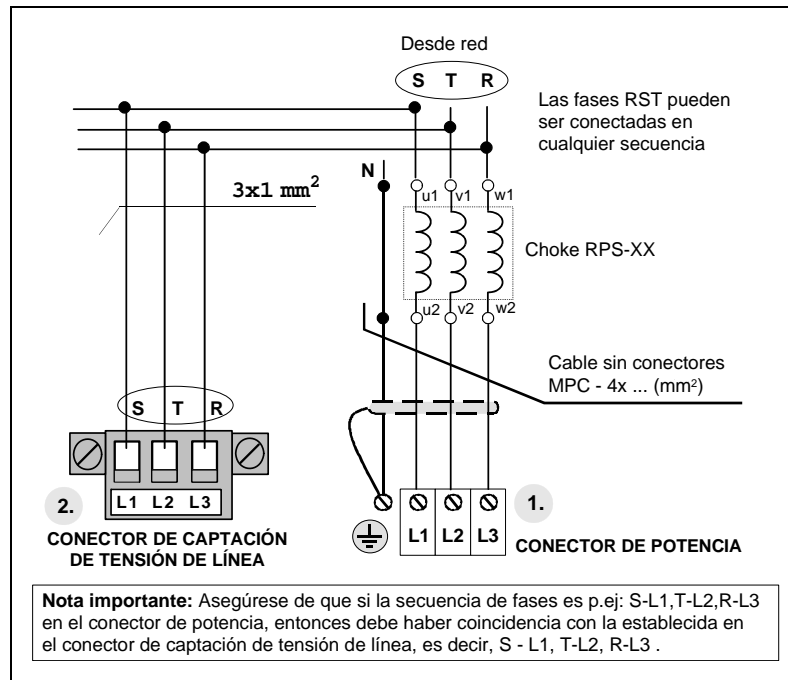

FIGURA H2- 39
Entrada de la línea trifásica tomada en un punto anterior al punto de instalación de los tres chokes monofásicos RPS-□□ (una bobina por fase). Esta conexión es necesaria para captar las tensiones de línea y se efectúa a través del conector (2) mostrado en la **FIGURA H2- 39**.
Atención. La secuencia de fases en el conector de captación de tensión de línea (2) debe coincidir rigurosamente con la secuencia de fases elegida en el conector de potencia (1). Véase **FIGURA H2- 39**.